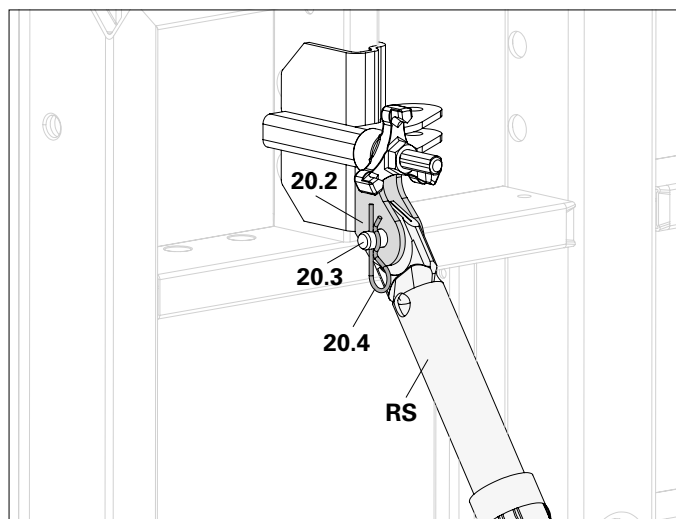

Fig. A6.01d
- Montage vertical de la fixation d'étais : connecter l'étau tirant-poussant (RS) et les cosses de connexion (20.2) avec les boulons (20.3) et les goupilles de sécurité (20.4). (Fig. A6.01d)